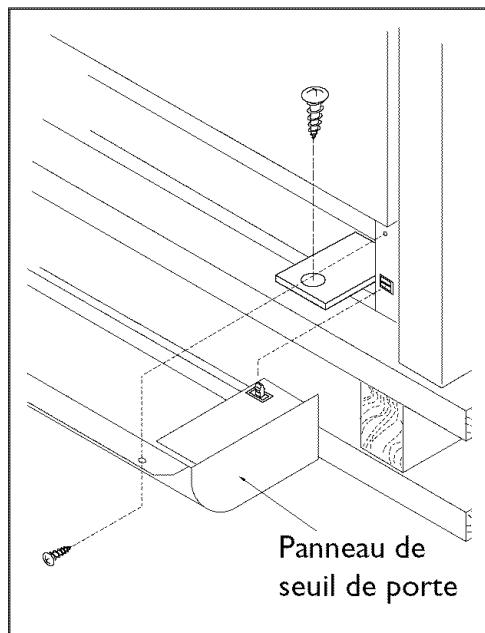
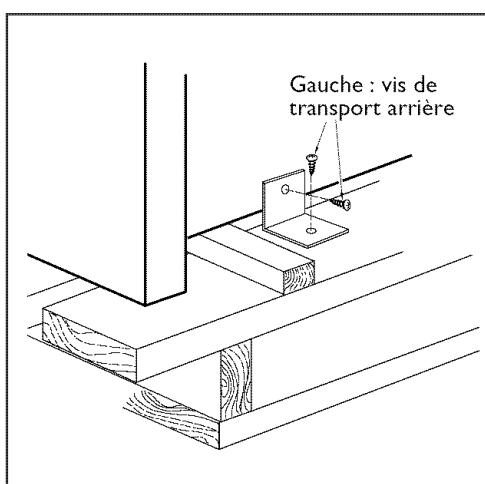
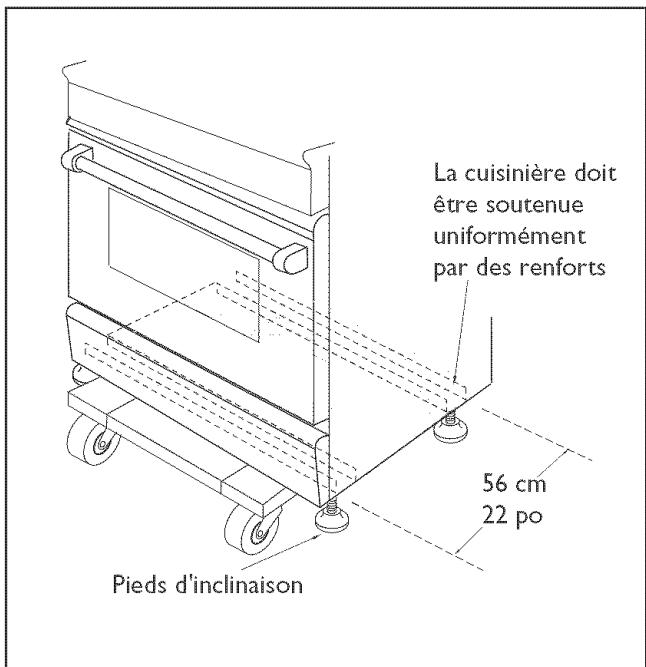

FIG. 6
FIG. 8
FIG. 9
Retirez le panneau de seuil de porte en enlevant les deux vis du haut et en tirant vers vous. La cuisinière est retenue sur la plateforme par deux supports à l'avant, derrière le panneau de seuil de porte (voir Fig. 6), et deux supports en L situés sur la bride inférieure à l'arrière de la cuisinière (voir Fig. 8). Après le retrait des vis et des supports, soulevez la cuisinière et dégagiez-la de la plateforme. Du fait de son poids, servez-vous d'un chariot à roues douces pour déplacer l'appareil. Le poids doit être supporté de manière uniforme sur toute la partie inférieure (voir Fig. 9, page 8).
La cuisinière professionnelle doit être de niveau pour bien fonctionner. Si vous voulez que l'appareil affleure parfaitement les comptoirs adjacents, il est impératif que les armoires soient de niveau (de l'avant à l'arrière et de gauche à droite sur toute la largeur de la cuisinière). Après avoir vérifié que les comptoirs sont de niveau et avant de glisser la cuisinière à sa place, mesurez la distance entre le plancher et le dessus de la surface de travail du comptoir, aux coins arrière gauche et droit. Ajustez les coins arrière correspondants de la cuisinière afin qu'ils soient à une hauteur égale par rapport au comptoir car les pieds d'inclinaison arrière de l'appareil ne sont plus accessibles une fois la cuisinière mise à sa place. Une fois la cuisinière en place, les pieds d'inclinaison avant demeurent accessibles afin de pouvoir mettre l'avant de la cuisinière de niveau. Replacez le panneau de seuil de porte et la porte du four en inversant la procédure décrite auparavant. **Il est essentiel que les deux vis retenant le panneau de seuil de porte soient bien fixées afin d'éviter tout accès accidentel à des composants et fils électriques sous tension (voir Fig. 6, page 7).**
- Panneau de seuil de porte (voir Fig. 6, page 7) en place et deux (2) vis bien mises.